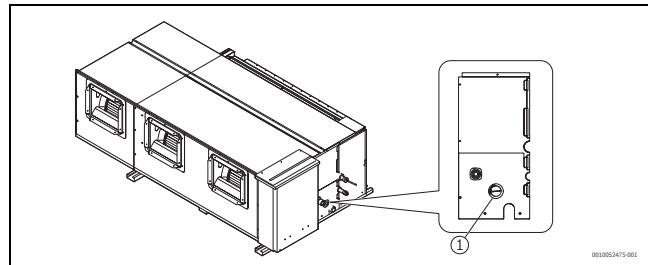

Fig. 27
- Pendant le test d'évacuation, ouvrir le capuchon de test de l'eau (→ fig. 27) sur le corps de machine en le dévissant afin de vérifier si la pompe d'évacuation est en marche et s'il y a un problème avec la pompe d'évacuation.